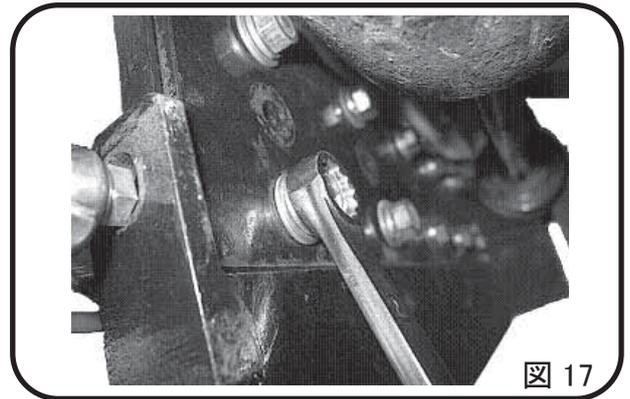

図 17
5.4 ボルトは元通りにしっかり締めておいて下さい。（図 17）